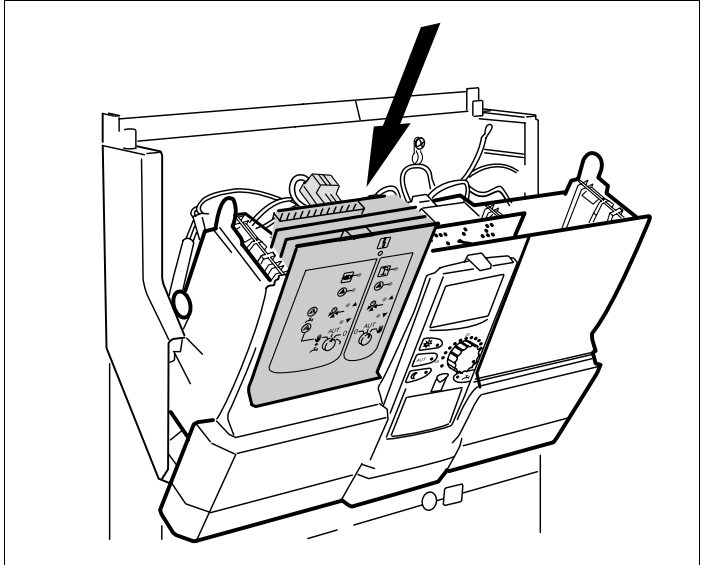

Fig. 6 Montering av modulen
- Ved å trykke på følerlisten skyves den nye modulen inn i den ledige modulplassen ovenfra (fig. 6) til modulen smetter merkbart på plass.